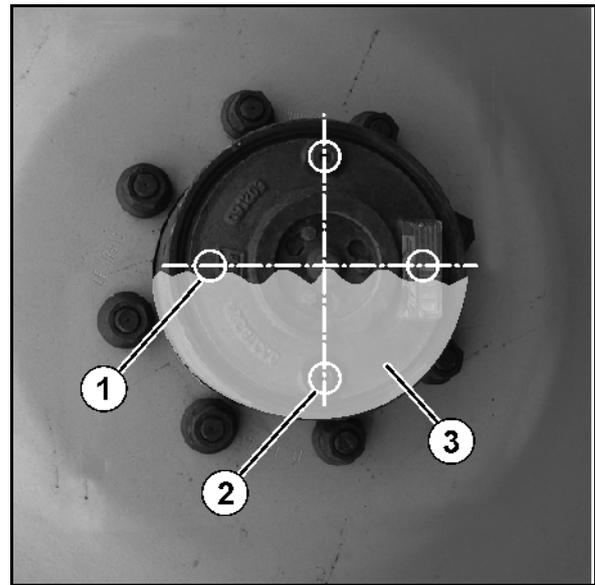

Fig. 156
Keilriemen bei Bedarf oder nach dem Austauschen über die Mutter (Fig. 156/1) der Spannvorrichtung spannen.
4. Öl bis zur Bohrung auffüllen (Fig. 156/3) und Verschlüsse wieder eindrehen.